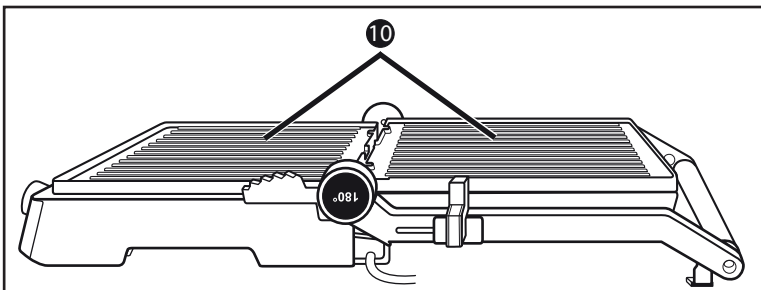

Fig. 2
- 3) Les plaques chauffantes **10** sont maintenant l'une à côté de l'autre et peuvent être utilisées comme gril de table (fig. 2).